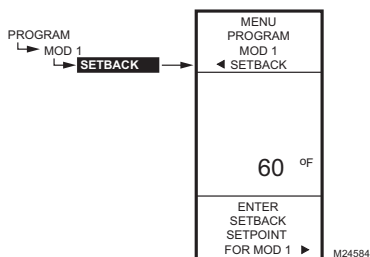

Fig. 61. Programmation - Décalage.
- Pour programmer la température de décalage sans compensation, voir la Fig. 61 à la page 32.